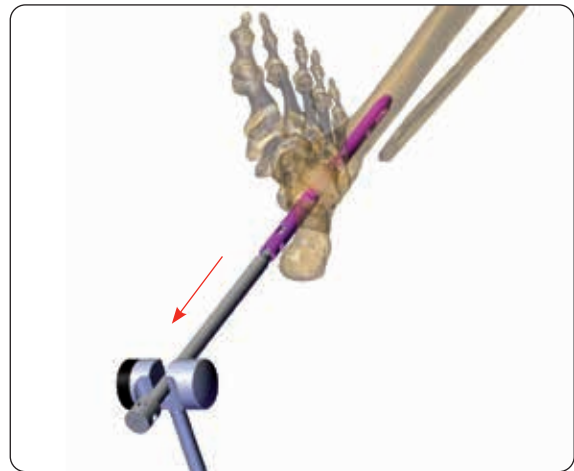

Abb. 21
(Abbildung 21)
6. Nagel entfernen **(Abbildung 21)**